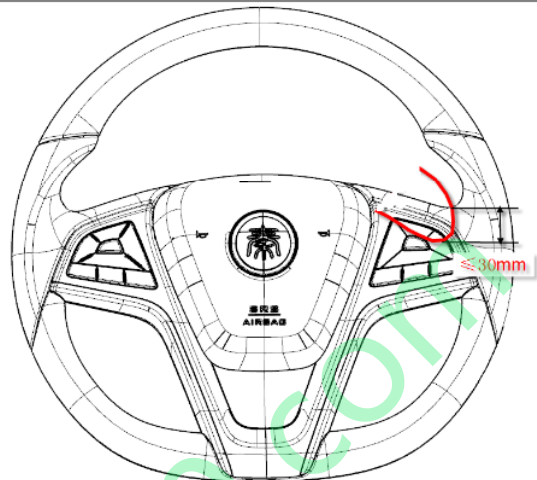

图2-5 转向盘自由行程示意图
2) 向左或向右轻轻转动转向盘，检查转向盘的自由行程。如图2-5所示，转向盘最大自由行程不大于30mm。如果自由行程超过最大值，需检查转向系统。